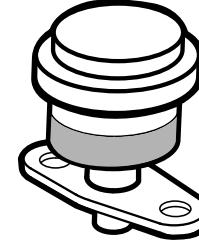

Figura 39
Revise el filtro del limpiador de aire primario únicamente cuando el indicador de mantenimiento (Figura 39) lo requiera. El cambiar el filtro antes de que sea necesario sólo aumenta la posibilidad de que entre suciedad en el motor al retirar el filtro.
1. Compruebe el indicador de obstrucción del filtro. Si el indicador se ve rojo, sustituya el filtro de aire (Figura 39).